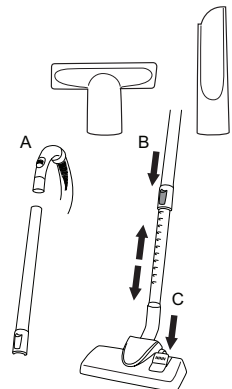

Figura 3A & B
2. Inserire i tubi a incastro sull'impugnatura della prolunga flessibile; vedere figura 3A.